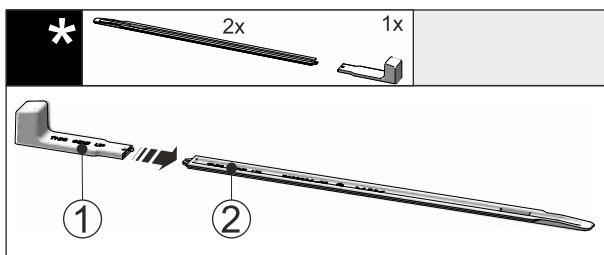

Fig. 45
► Τοποθετήστε τη λαβή τοποθέτησης Fig. 45 (1) στη ράγα ευθυγράμμισης Fig. 45 (2).